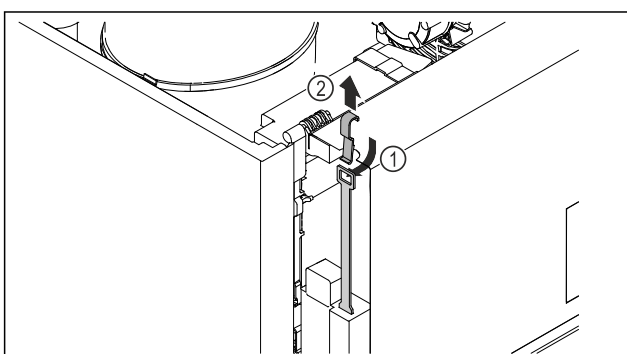

Fig. 248
- Просуньте ключ аварійного розблокування Fig. 248 (1) зверху, зачепіть його за замок і потягніть угору Fig. 248 (2).